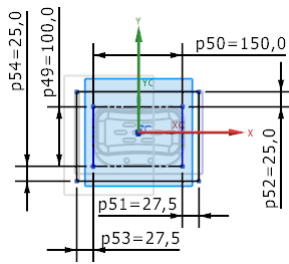

图 1.3 截面草图
Step3. 修改尺寸。单击 **定义工件** 区域的“绘制截面”按钮 ，系统进入草图环境，然后修改截面草图的尺寸，如图 1.3 所示；在“工件”对话框 **限制** 区域的 **开始** 下拉列表中选择 **值** 选项，并在其下的 **距离** 文本框中输入数值 35；在 **限制** 区域的 **结束** 下拉列表中选择 **值** 选项，并在其下的 **距离** 文本框中输入数值-35。